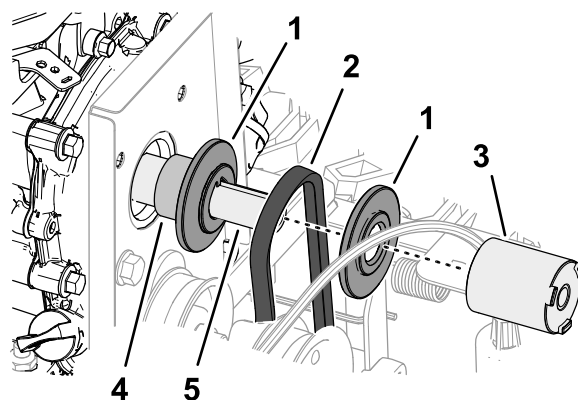

Figura 50
- En la parte superior de la máquina, alinee la correa de tracción con la ranura de la polea de tracción, y coloque la correa de tracción sobre el cigüeñal del motor (Figura 50).